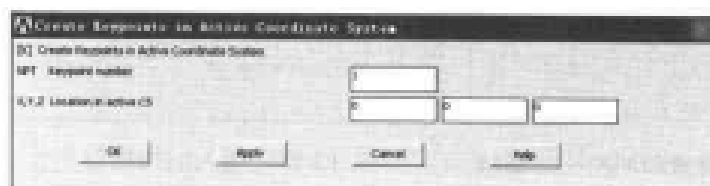

图 13-78 创建关键点对话框
(1) 选择 Main Menu | Preprocessor | Modeling | Create | Keypoints | In Active CS 命令, 出现 Create Keypoints in Active Coordinate System 对话框, 在 NPT Keypoint number 文本框中输入关键点编号 1, 在 X,Y,Z Location in active CS 文本框中依次输入关键点坐标 0、0、0, 如图 13-78 所示。